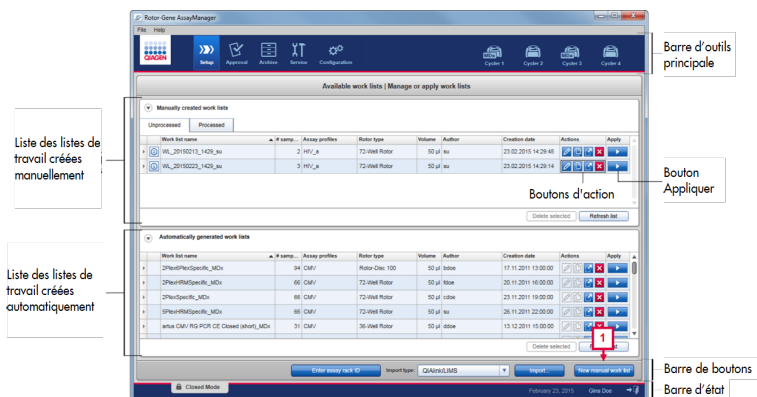

Figure 8. Fenêtre principale de Rotor-Gene AssayManager. L'encadré 1 indique le bouton **New manual work list**.
7. Sélectionnez **New manual work list** (nouvelle liste de travail manuel) dans la fenêtre principale pour créer une nouvelle liste de travail (Figure 8, indiquée par l'encadré 1).